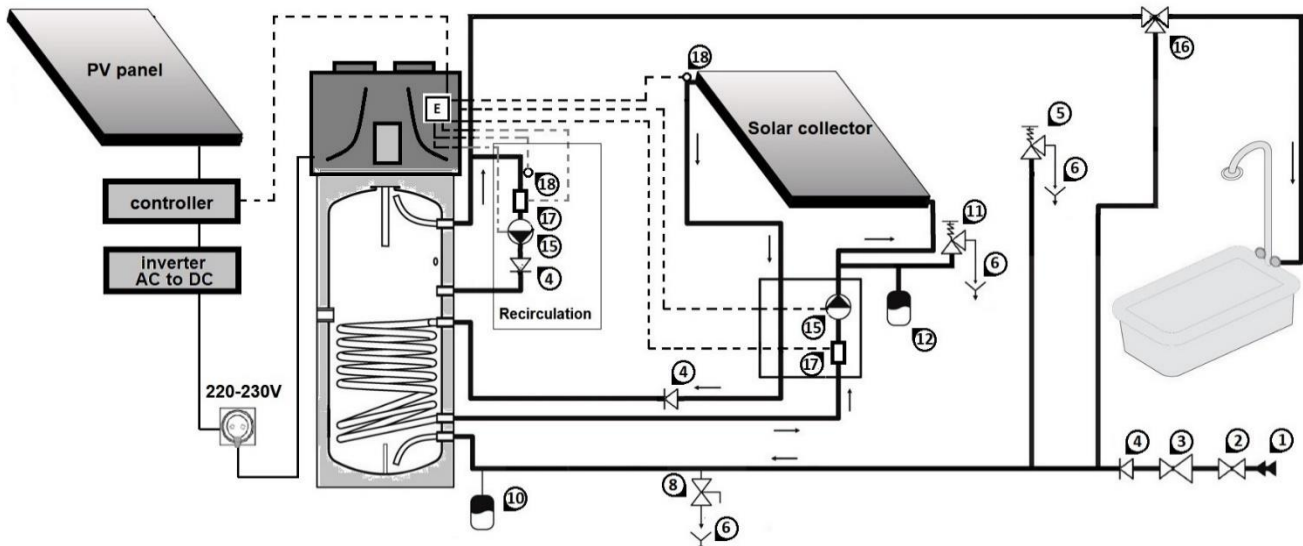
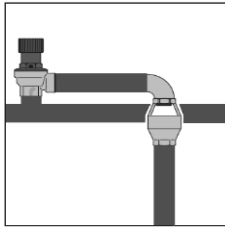

Fig. 8 Connexion au système d'alimentation en eau et au capteur solaire
Fig.8a
L'illustration suivante (Fig. 8) montre un exemple de raccordement au système de distribution de l'eau
- L'installateur du système doit impérativement installer une soupape de décompression de 8 bars sur le tuyau d'entrée de l'eau froide (Fig. 8).
NOTE: La soupape de décompression doit être ouverte manuellement régulièrement pour éviter l'accumulation de tartre et / ou l'obstruction (Fig. 8).
NOTE: La soupape de vidange 6 (Fig.8) de la soupape de décompression doit être installée avec une inclinaison continue vers le bas et dans un endroit où elle sera protégée du gel. L'utilisation d'un siphon spécial (Fig.8a) est obligatoire!
ATTENTION ! La pompe à chaleur pour la production d'eau chaude sanitaire est capable de chauffer l'eau à plus de 60 ° C. L'installation d'une valve mélangeuse thermostatique automatique 16 (Fig. 8) à la sortie de l'eau chaude est recommandée pour la protection contre la combustion
Remplissez le réservoir d'eau en ouvrant le robinet d'entrée 2 (Fig. 8) et le robinet d'eau chaude dans votre salle de bain. Le réservoir d'eau est plein, lorsqu'à travers le robinet d'eau chaude dans la salle de bain commence à sortir uniquement de l'eau sans air. Vérifiez qu'il n'y a pas de fuites des joints et des connexions. Serrez les boulons ou les connexions si nécessaire.